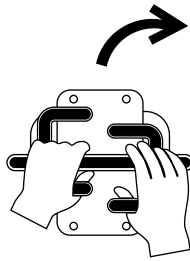

Figure 9
- Pour tourner à droite, poussez la commande de déplacement gauche en avant (Figure 9).